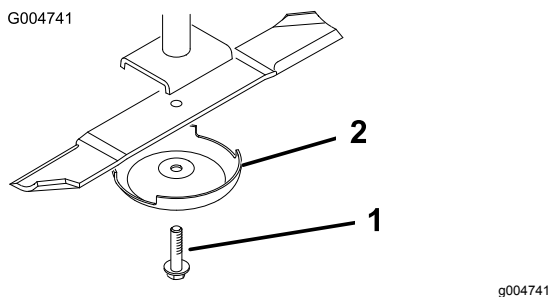

図 29
3. スピンドルのシャフトからブレードボルト、芝削り防止カップ、ブレードを取り外す  図 29。